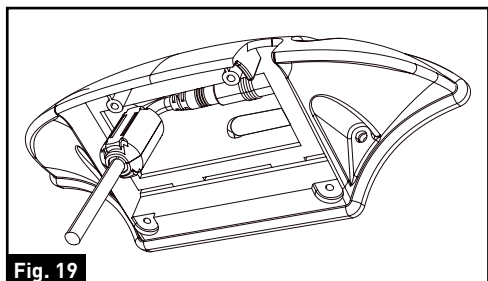

Fig. 19
11. Coloque el filtro del cable de la cámara en la parte izquierda de la carcasa del soporte. (Fig. 19)